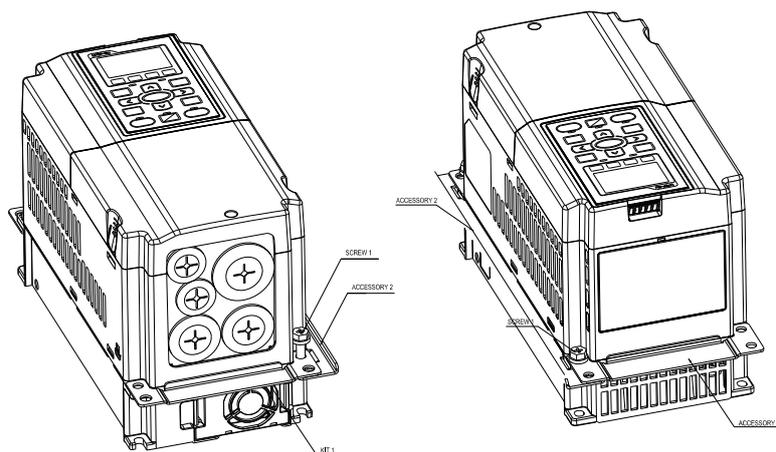

图 1
1. 将螺丝*2 (M6) 与 Accessory 2 & 3 锁住 (如图 1 所示)。螺丝扭力值: 25~30 kg-cm / [21.7~26 lb-in.] / [2.5~2.9 Nm]